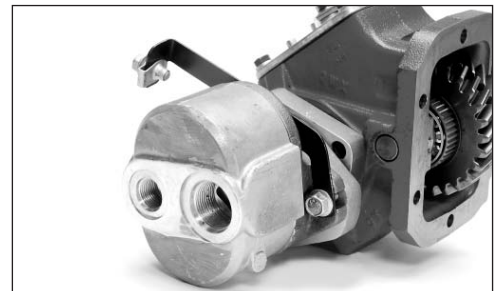

Abb. 9
12. Die Pumpe mit der „Ausbuchtung“ nach oben installieren* (Sauganschlusseite näher am Getriebe) (**Abb. 9**). Die Pumpenschrauben mit 45-50 Nm (32-37 lbs. ft.) anziehen.